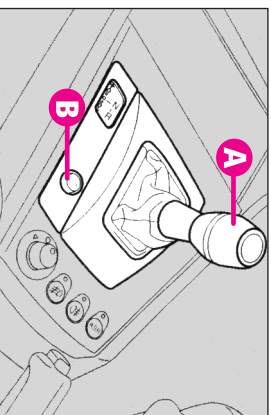

fig. 130
- schimbătorului de viteze de pe console centrală (A-fig. 130);
- butonul **CITY** (A-fig. 130) este apăsat din nou, anulând modul selectat anterior.